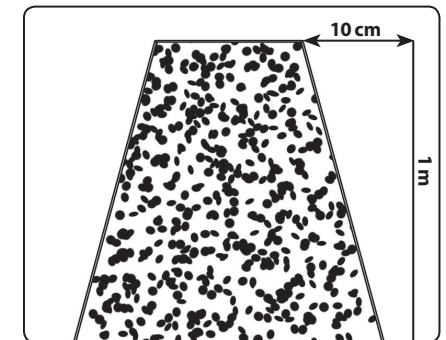

Abb. 3
- Es ist empfohlen, den lebendigen Zaun in eine solche Form zu schneiden, dass die Basis etwas breiter ist, als der obere Teil, denn eine solche Gestaltung erleichtert das Eindringen von Sonnenstrahlen in das Bewuchsinnere, siehe Abb.3.